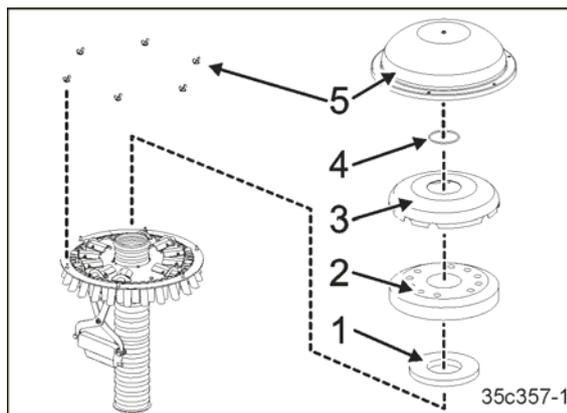

Fig. 195
15. Monter l'insert en mousse (Fig. 195/1) et la bague d'étanchéité (Fig. 195/2).
16. Reposer le capot intérieur (Fig. 195/3).
17. Reposez la bague (Fig. 195/4).
18. Reposez le capot extérieur (Fig. 195/5).